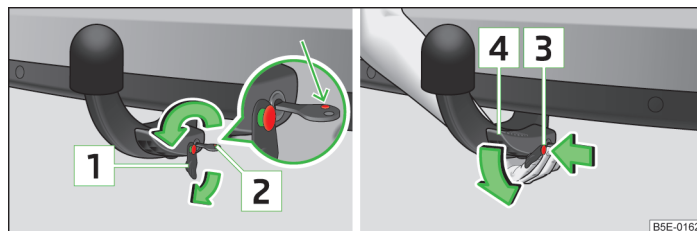

Fig. 156 Sbloccare la leva di comando della testa sferica/ Allentare la testa sferica
- Estrarre il cappuccio **1** » fig. 156 dalla serratura della testa sferica nella direzione indicata dalla freccia.